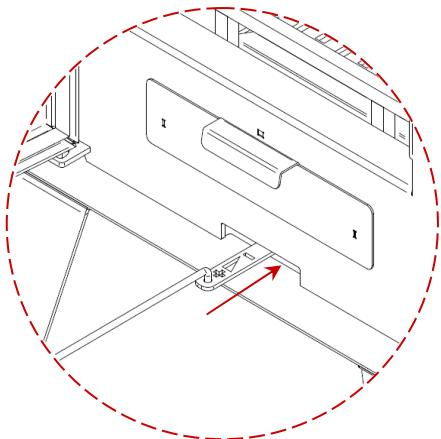

Figura 20 - Regulador de ar na posição de ar primário fechado
- Depois do acendimento, e para uma boa combustão, o regulador deverá estar na marcação (-), como poderá ver na Figura 20.